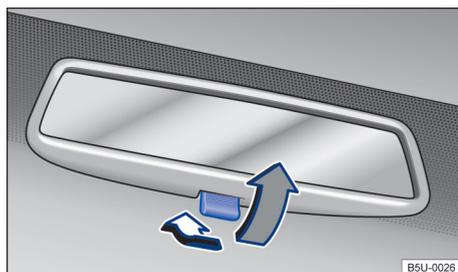

Fig. 78 No para-brisa: espelho retrovisor interno com antiofuscamento manual.
- Posição noite: puxar a alavanca → Fig. 78 (seta cinza), para evitar o ofuscamento dos faróis dos veículos que trafegam atrás.